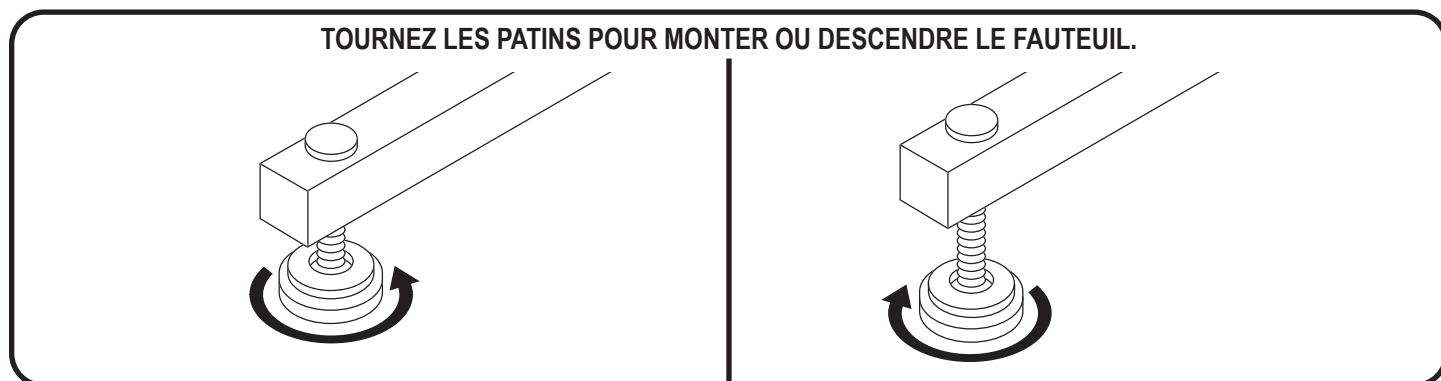

Figure 3.2 Patins niveleurs
Patins niveleurs: Tournez manuellement pour niveler vers le haut ou vers le bas afin de stabiliser le fauteuil avant usage (**Fig. 3.2**).
2. Réglez les patins niveleurs pour stabiliser le fauteuil inclinable (**Fig. 3.2**).